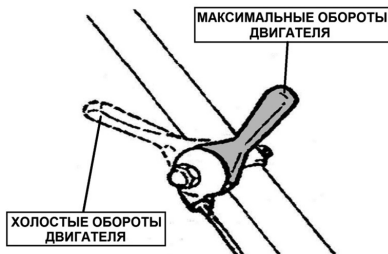

Рис. 16 Рычаг газа PC5431F
2. Рычаг газа установите в среднее положение (Рис. 16).